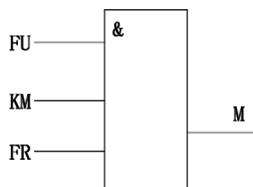

图 15-9 逻辑图
(2) 从逻辑关系上，只有当 FU、KM、FR 都正常时，M 才能得到电能，所以它们之间存在“与”的关系： $M = FU \cdot KM \cdot FR$ 。即只有 FU 正常为“1”、KM 合上为“1”、FR 没有烧断为“1”时，M 才能为“1”，表示可得到电能。其逻辑图如图 15-9 所示。